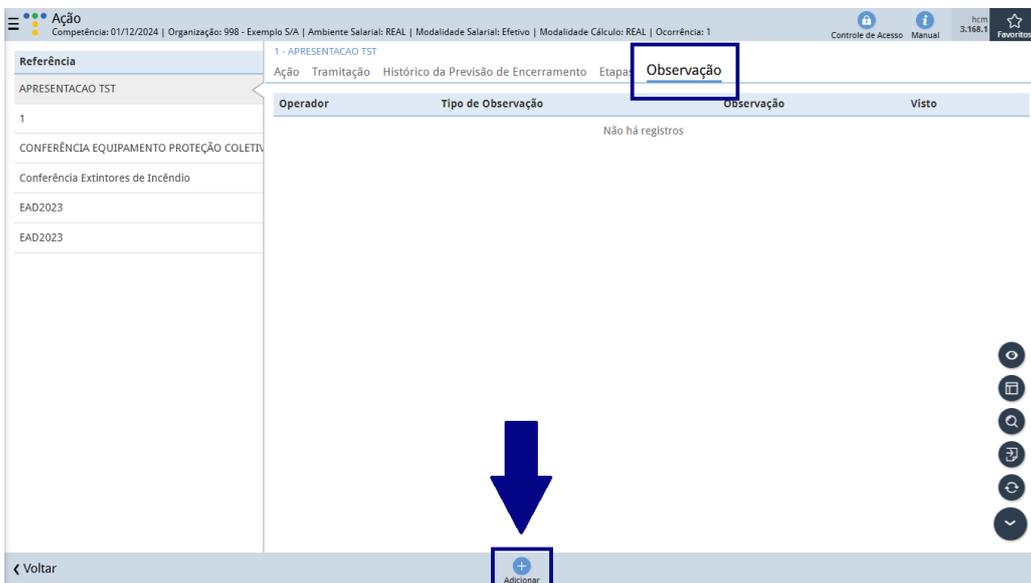

Figura 128: Adicionar
1. Na aba **Observação**, clique em **Adicionar** (Figura 128).